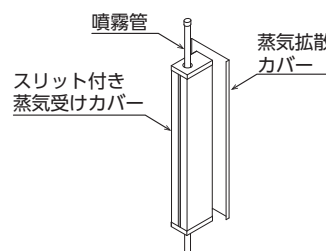

図3-18 ID型蒸気加湿器
- ・蒸気噴霧管に専用カバー（スリット付き蒸気受けカバー＋蒸気拡散カバー）を組み合わせた構造となっています。(図3-18参照)